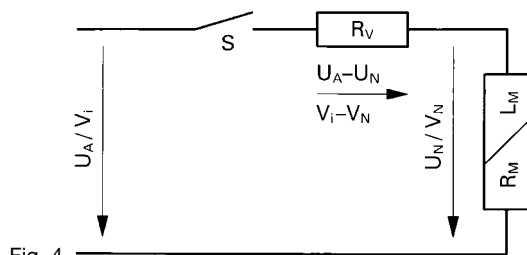

Fig. 4
8.4.1 Schnellerregung über Vorwiderstand (Fig. 4)
8.4.1 Fast excitation by a series resistance (Fig. 4)